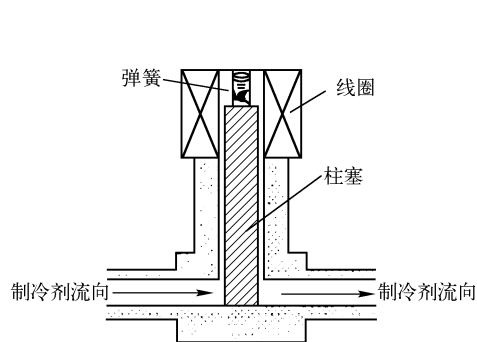
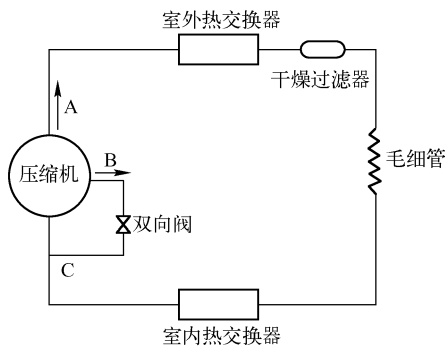

图 1-5 双向电磁阀结构
图 1-6 双向电磁阀应用
(1) 气液分离器 为了防止液态制冷剂进入压缩机，引起液击，制冷量比较大的空调器均在蒸发器和压缩机之间安装气液分离器。从蒸发器出来的制冷剂进入气液分离器后，制冷剂中的液态成分因本身自重而落到筒底，只有气态制冷剂才能由吸入管吸入压缩机。气液分离器筒底的液态制冷剂待吸热汽化后，亦可吸入压缩机。这种气液分离器常用于热泵型空调器中，接在压缩机的回气管路上，以防止制冷运行与制热运行切换时，把原冷凝器中的液态制冷剂带入压缩机。
(2) 单向阀 单向阀的作用是只允许制冷剂沿单一的方向流动。单向阀的阀体外表面往往标有制冷剂流向的箭头。热泵型空调器夏天制冷，冬天制热，其工况差别悬殊。若仅靠电磁换向阀来切换制冷剂的流向，往往不可靠。为了使热泵型空调器在制冷工况和制热工况下都能安全而有效地运行，常常在制冷管道中增设单向阀。此外，为了防止停机时制冷剂由冷凝器回流进入压缩机，从而引起液击，分体式单冷型空调器多在靠近压缩机的排气管上安装单向阀。
(3) 电磁阀 电磁阀是利用通电线圈所产生的电磁力来接通、切断制冷剂通路或切换制冷剂流向的闸阀，它也可用于旁路，以控制压缩机在正常压力下启动和运行。电磁阀的形式很多，空调器上常用的电磁阀有电磁四通换向阀、双向电磁阀和专用电磁阀旁通阀。
①电磁四通换向阀 又称电磁换向阀，常用在热泵型空调器上，通过改变制冷剂的流向，实现制冷工况和制热工况之间的转换。
②双向电磁阀 双向电磁阀允许制冷剂沿两种不同方向流动，如图 1-5 所示。双向电磁阀可用于控制压缩机负载的轻重。当线圈通电时，双向电磁阀开启，压缩机排气端有一部分制冷剂返回进气端，则压缩机两侧压力差减小，压缩机轻载运行；而线圈断电时，双向电磁阀关闭，压缩机满载运行，如图 1-6 所示。这里双向电磁阀实际上起旁通阀的作用。